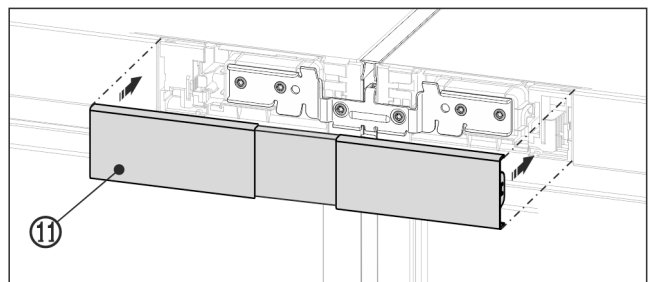

Fig. 23 Illustrationen är ett exempel
- Fäst den övre täckplattan *Fig. 23 (11)* över mellanrummet som fortfarande är öppet mellan de båda kontrollpanelerna. Kontrollera då att täckplattans ytersidor befinner sig på samma plan som kontrollpanelerna.